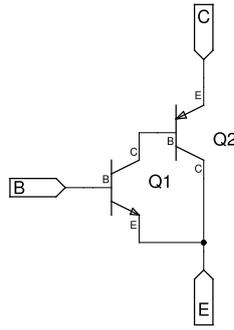

Figura 9.17: Supertransistor complementario NPN
- *Transistores complementarios*: si hacemos uso de un transistor PNP y uno NPN, podemos construir un nuevo transistor NPN, mostrado en la figura 9.17. La unión base-emisor del supertransistor es la de Q1. La corriente de colector de Q1 pasa toda por la base de Q2 que la multiplica por su ganancia en corriente. La corriente de emisor del super transistor es la suma de las corrientes de emisor de Q1 y colector de Q2, siendo esta última la dominante.